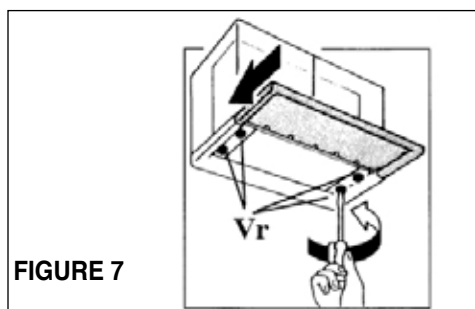

FIGURE 7
7. La hotte de cuisinière peut être ajustée d'avant à l'arrière de façon à ce que la hotte soit égale au devant du cabinet. Déserrer les 4 vis (voir **FIGURE 7**) et fermer la visière de verre. Ajuster la hotte jusqu'à ce que le devant de la hotte soit égal au devant du cabinet. Lorsque la hotte est parfaitement ajustée, glisser la visière de verre et reserrer les 4 vis.